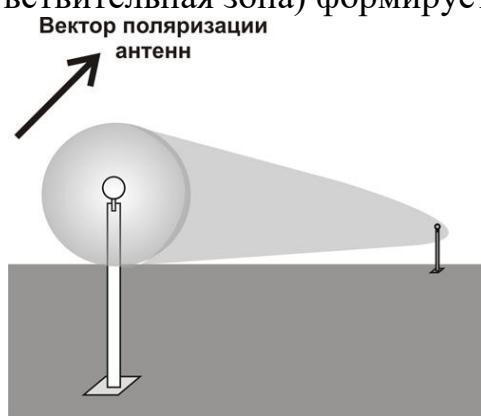
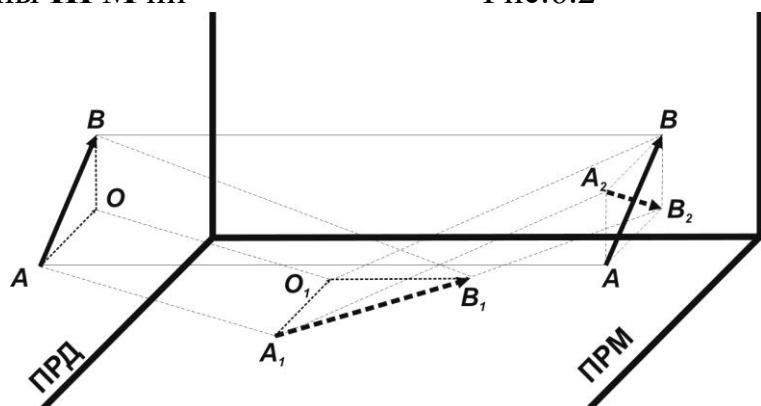

Рис.6.2
Рис. 6.3
6.1.1.2 Установка БПРМ и БПРД вертикально относительно поверхности земли (рис. 6.2) соответствует наклонной ориентации вектора поляризации антенн. Принцип работы извещателя с наклонной ориентацией вектора поляризации запатентован («Радиоволновой способ обнаружения объектов», Патент РФ №2348980). Плоско поляризованное электромагнитное поле (чувствительная зона) формируется между БПРД и БПРМ в виде вытянутого эллипсоида вращения, причем вектор поляризации АВ формируется под углом $\approx 45^\circ$ по отношению к прилегающим поверхностям (земле, заграждению и др., рис. 6.3). Отраженные от поверхностей волны (вектор А2В2) попадают на приемную антенну **ПРМ** под углом $\approx 90^\circ$ по отношению к ее собственному вектору поляризации **AB**. В результате вклад отраженного сигнала в суммарный сигнал на выходе приемной антенны **ПРМ** ничтожно мал. В отсутствии в ЗО заграждения или других посторонних отражающих предметов, на БПРМ попадают только прямые от БПРД сигналы, а отраженные нарушителем сигналы поступают на БПРМ с вектором поляризации перпендикулярным собственному вектору поляризации приемной антенны и «невидимы» для БПРМ. Зоны Френеля не образуются и не участвуют в сигналообразовании, что приводит к значительному сужению ЗО. Приближение блоков к поверхности земли или приближение к блокам снежного покрова приводит к появле-